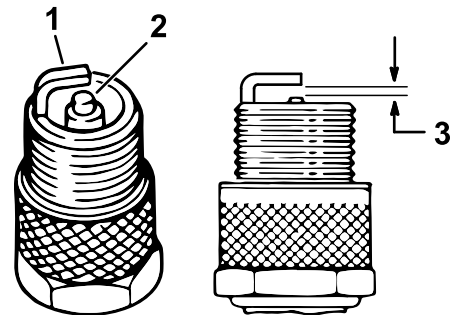

Figura 45
4. Compruebe el estado del electrodo lateral, el electrodo central y el aislamiento del electrodo central para verificar que no están dañados (Figura 45).
5. Ajuste la distancia entre los electrodos central y lateral a **0.76 mm (0.03")**, como se muestra en la Figura 45.